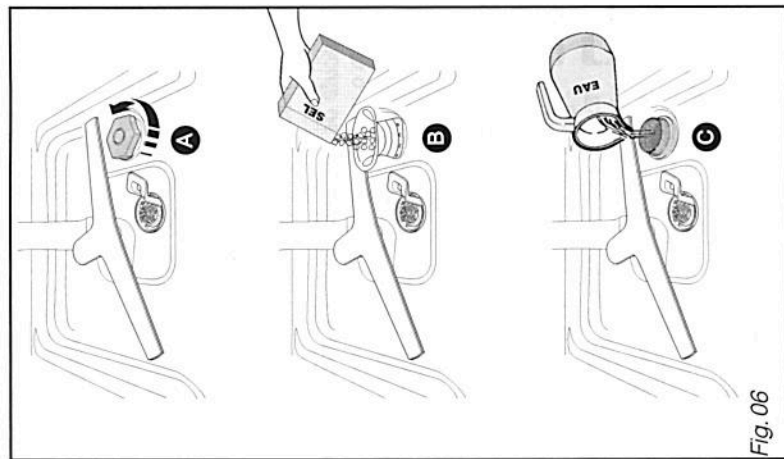

Fig. 06
- **Encher o depósito com sal regenerador (Fig. 06)**